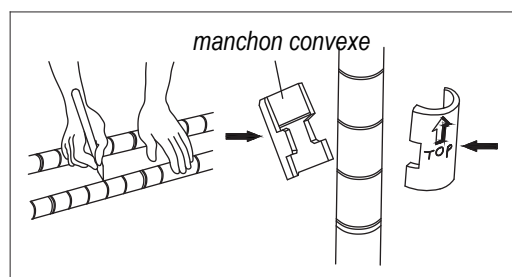

Figure 2
- ii. Insérez huit manchons coniques en plastique dans la rainure de poteau appropriée, deux dans chaque poteau. Assurez-vous que l'extrémité effilée est relevée. Voir la flèche sur la serrure. (Voir la Figure 2)
- iii. Placez l'étagère inférieure (D) sur le côté et faites glisser chaque montant avec des manchons coniques à travers le bas de l'étagère jusqu'à ce qu'il soit bien ajusté.